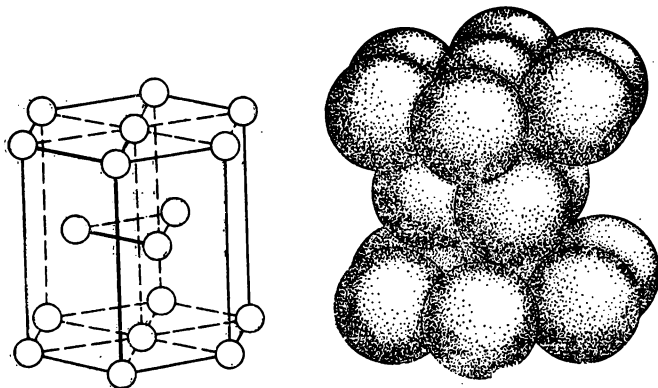

Рис. 70. Гексагональная (шестиугольная) плотно упакованная решетка.
3. *Гексагональная (шестиугольная) плотно упакованная решетка* (рис. 70). Она встречается у цинка, магния, бериллия.